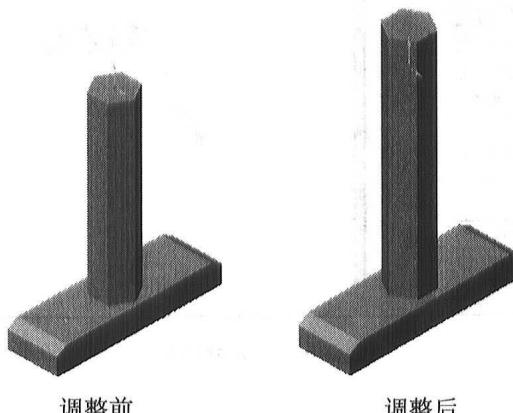

图 2-8 改变基准面前后结果对比
step 20 改变草图 1 即正六边形所在的平面，从基准面 2 改为基准面 5，结果如图 2-8 所示。